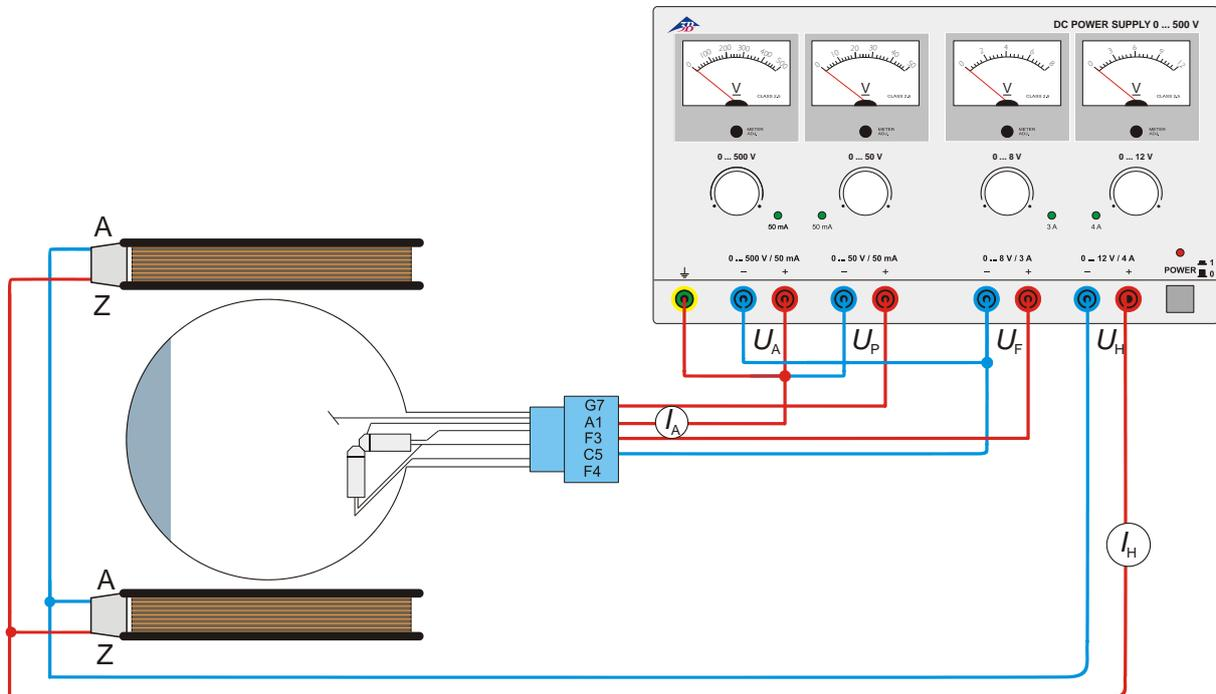

Fig. 3 Determinazione di  $e/m$  per mezzo del cannone elettronico assiale
- Cablare il tubo come indicato nella fig. 3.